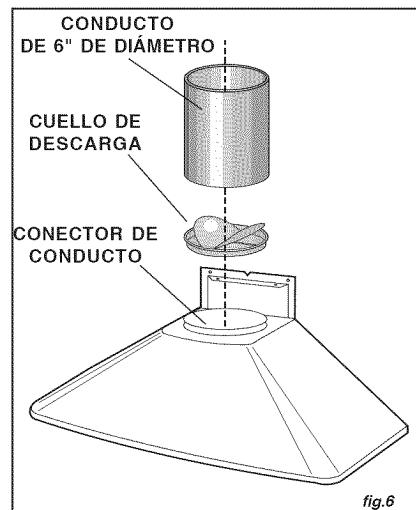

fig.6
1. Instale el cuello de descarga en el conector de conducto de la campana de cocina. Fig.6
2. Conecte un conducto redondo de acero de 6" al conector de conducto de la campana de cocina. Fig.6